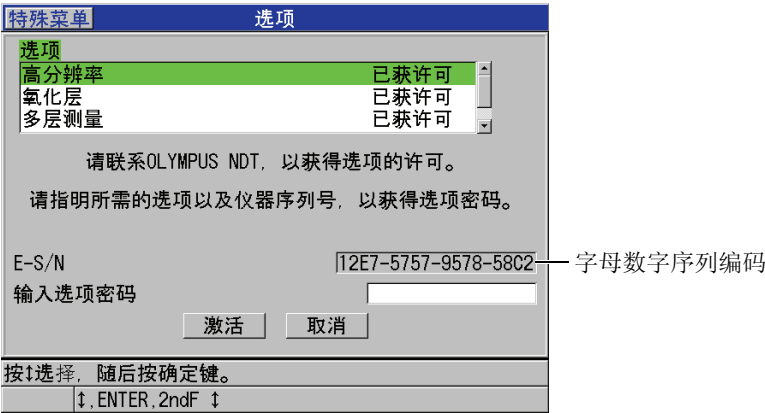

图 7-1 用于激活软件选项的选项屏幕
3. 在**选项**屏幕中 (参见第 80 页的图 7-1 ), 请记录下出现在**序列号**一栏中的 16 位的字母数字序列编码。
5. 在**选项**屏幕中 (参见第 80 页的图 7-1 ):